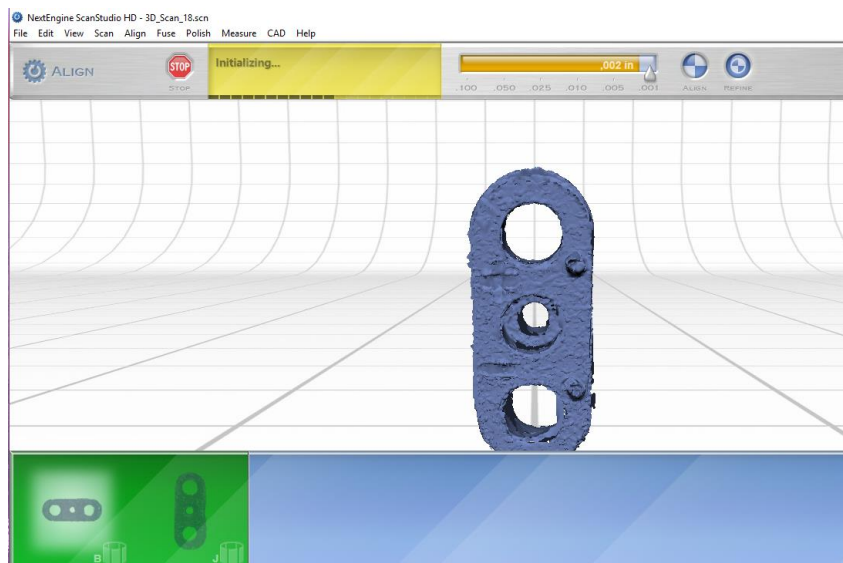

Figura 49. Objeto alineado.
13. Una vez ubique los puntos, seleccione la opción **ALIGN** (alinear) para que se unan las dos figuras. Al final queda una sola compacta como se muestra en la Figura 49.